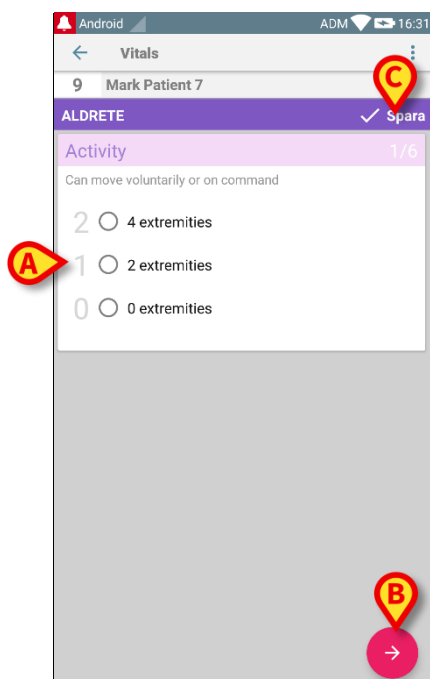
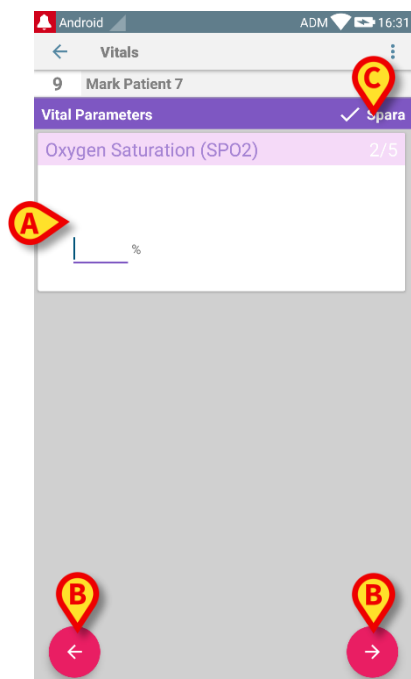

Fig. 66
Fig. 67
OBS: Funktionerna på skärmbilden för inmatning av data beror på den valda typen av datauppsättning. Se Fig. 66 för ett exempel.
Se Fig. 67 för ett annat exempel.
- Mata in erforderligt(a) värde(en) på varje skärmbild (Fig. 66 **A** och Fig. 67 **A**).
- Gå till nästa/föregående skärmbild med pilknapparna i Fig. 66 **B** och Fig. 67 **B**.
- ska du trycka på **Spara** för att spara datauppsättningen (Fig. 66 **C** och Fig. 67 **C**). Alternativet **Avbryt** stänger skärmbilden för inmatning av data.